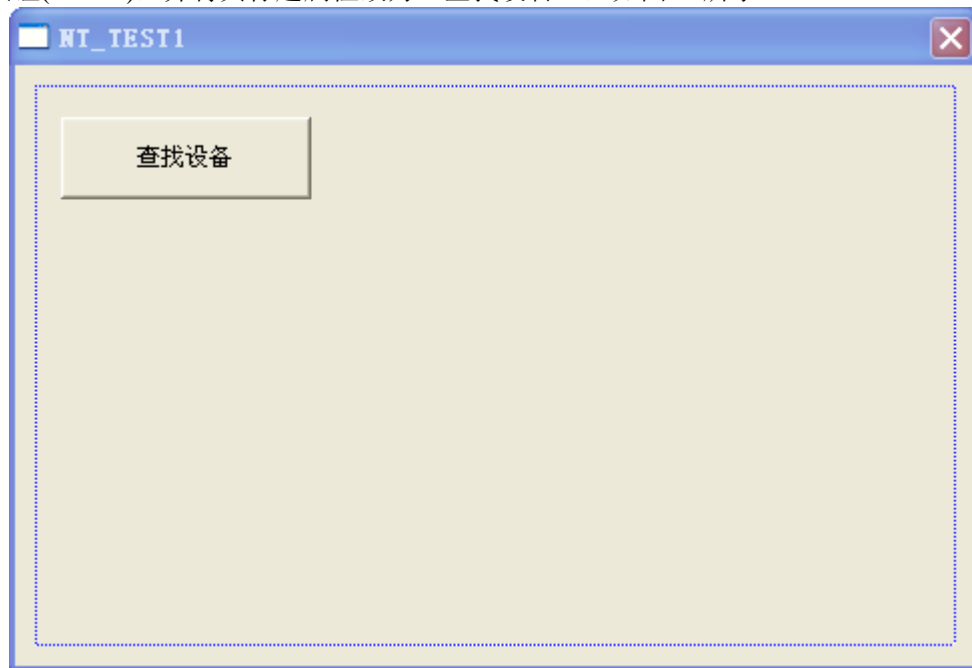

图 5.8 添加“查找设备”按钮
(5) 编辑NT\_TEST1对话框的界面，先删除原来有的控件(如OK、Cancel按钮等)，再添加一个按钮(Button)，并将其标题属性改为“查找设备”，如图5.8所示。